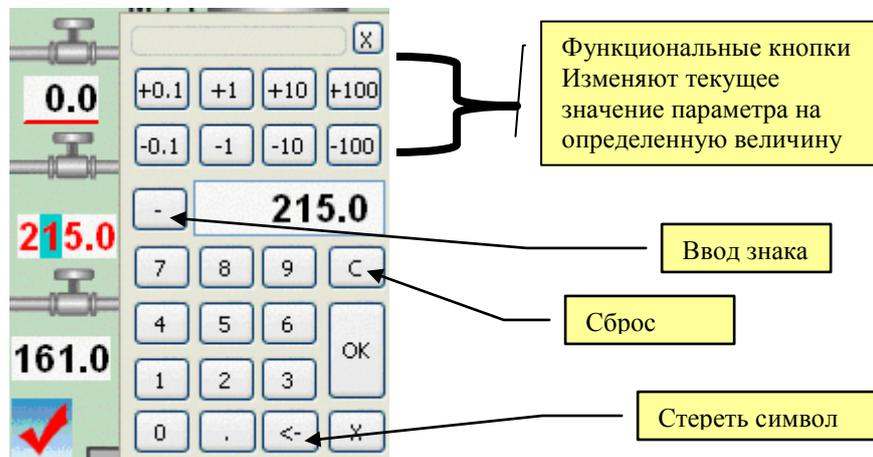

Рис.3. Виртуальное цифровое поле
- Нажмите **правую** клавишу "мышь" на выбранном параметре для вызова виртуального цифрового поля (рис.3).